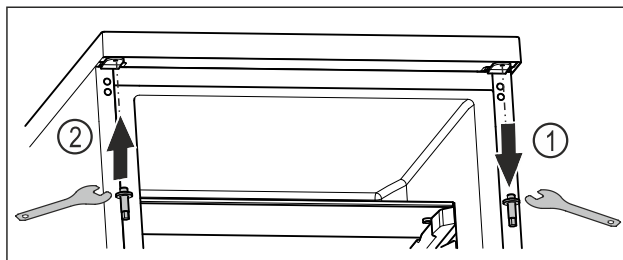

Fig. 18
- ▶ Csavarja ki a felső csapot dugókulccsal. Fig. 18 (1)
- ▶ Csavarozza fel a csapot a másik oldalra dugókulccsal. Fig. 18 (2)